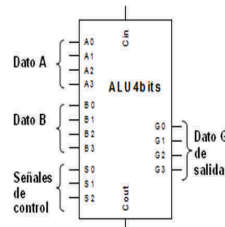

Figura 3.1: Operaciones que realiza la ALU. Esquema general de entradas y salidas.
Se pretende analizar, realizar y verificar, utilizando un simulador lógico, una Unidad Aritmético-Lógica (ALU) que sea capaz de operar con 2 datos A y B de 4 bits. Esta ALU proporcionará las operaciones aritméticas y lógicas indicadas en la Figura 3.1. Cada operación se seleccionará según el valor que tomen (1 ó 0) unas señales de control  $S_2$ ,  $S_1$ ,  $S_0$  y un acarreo de entrada  $C_{in}$ .
- 1.1. Analice teóricamente los esquemáticos de los circuitos y etapas de la ALU mostradas en las Figuras 3.2, 3.3 y 3.4. Deduzca, razonadamente, para qué combinaciones de las señales de control  $S_2$ ,  $S_1$ ,  $S_0$  y valor de  $C_{in}$  se realiza cada una de las operaciones indicadas en la Figura 3.1. El resultado indíquelo en la columna de la Tabla 3.1 correspondiente a “Operaciones de la ALU deducidas Teóricamente”.
- 1.2. Ponga algunos ejemplos, con datos (A y B) de entrada de 4 bits, y obtenga teóricamente, para cada una de las operaciones dadas en la Figura 3.1 el resultado (dato G) que debería obtenerse.
3. En el Laboratorio, introduzca los ejemplos, deducidos teóricamente en el apartado (1.2), en el circuito de prueba y **deduzca experimentalmente** los valores de las señales de control  $S_2S_1S_0$  y valor de  $C_{in}$  correspondiente a cada una de las operaciones indicadas en la Figura 3.1 y **rellene la última columna** de la Tabla 3.1